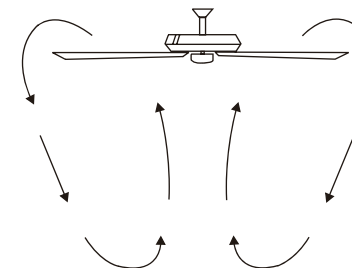

Figura 29
**Operación en clima frío:** “Reversa” (el ventilador gira en el sentido de las manecillas del reloj). Un flujo de aire ascendente remueve el aire caliente de las zonas del techo como se muestra en la **Figura 29**. Esto le permite configurar su unidad de calefacción en una temperatura más baja sin afectar su comodidad general.